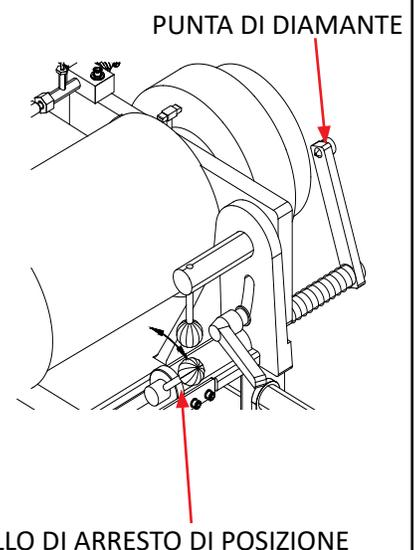

FIG. 26
2. Ruotare il ravvivatore di circa 15 gradi in senso orario per posizionare la punta del diamante davanti alla superficie di levigatura della mola. Vedi FIG. 26. Ruotare l'anello di arresto della posizione finché la punta del diamante del ravvivatore non tocca leggermente la faccia della mola. Vedi FIG. 26.